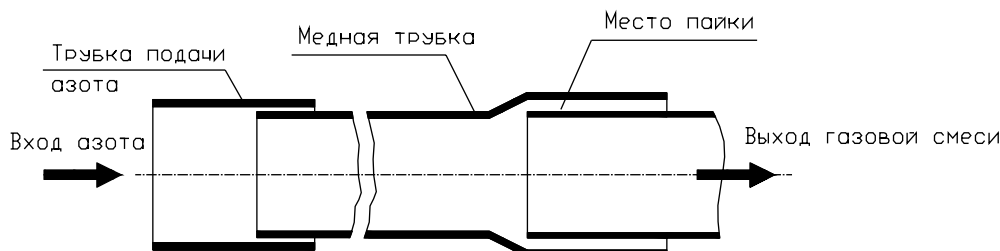

Рисунок 7.1 — Подача азота к месту пайки
- При непрерывной подачи азота необходимо обеспечить отверстие для выхода газовой смеси (рис.7.1)